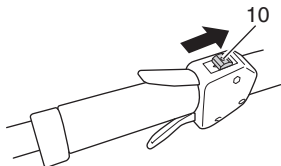

Fig. 8
- (1) Lleve la llave de ignición (10) a la posición ON (encendido). (Fig. 8)